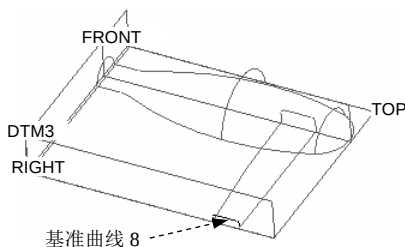

图 6.7.51 创建基准曲线 8
Step16. 创建图 6.7.51 所示的基准曲线 8。
(1) 单击“草绘”按钮.
(2) 定义草绘截面放置属性：设置 DTM3 基准平面为草绘平面；采用默认的草绘视图方向；RIGHT 基准平面为草绘平面的参考，方向为 **右**；单击 **草绘** 按钮。